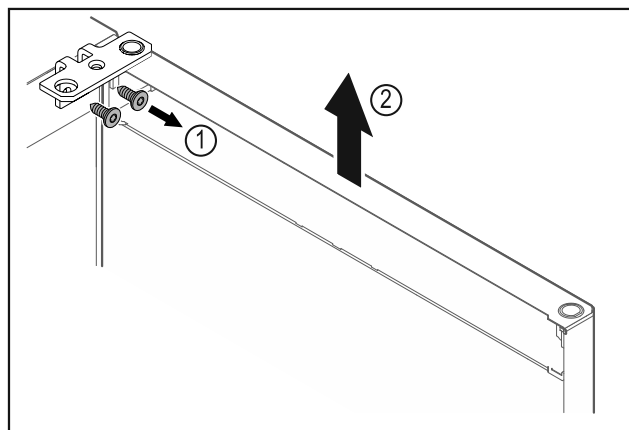

Fig. 9
- ▶ Odvrnite kutne šarke Fig. 9 (1).
- ▶ Dignite vrata s kutnim šarkama Fig. 9 (2) cca 200 mm ravno prema gore i skinite ih.